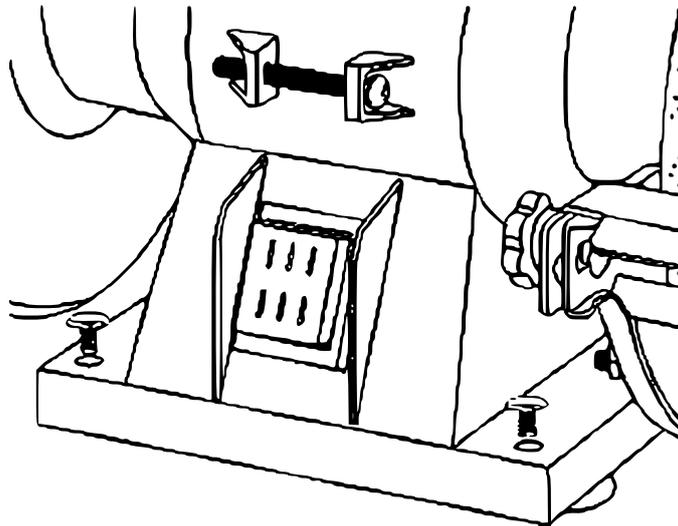

Figure 3
1. Placez d'abord la rectifieuse à l'endroit prévu et marquez les trous de perçage sur l'établi avec un stylo à travers les trous pré-perçés sur la base de l'appareil (9).
3. Remettez la rectifieuse au bon endroit et fixez-la avec les vis et rondelles appropriées (voir Fig. 3).
2. Retirez l'écran protecteur transparent (4), le pare-étincelles (5) et le protège-meule extérieur (6).
3. Le protège-meule se retire après avoir retiré les trois vis à l'extérieur avec un tournevis cruciforme (voir Fig. 3).
4. Desserrez l'écrou de réglage interne avec une clé plate de 19 mm. Retirez l'écrou et la bride de serrage (8).